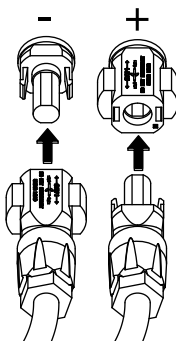

Abb. 31: PV-String anschließen
6. Die Buchsen und Stecker der DC-Leitungen am Wechselrichter einstecken.  **Abb. 31** Die Dichtstopfen aus den Steckverbindern aufbewahren.